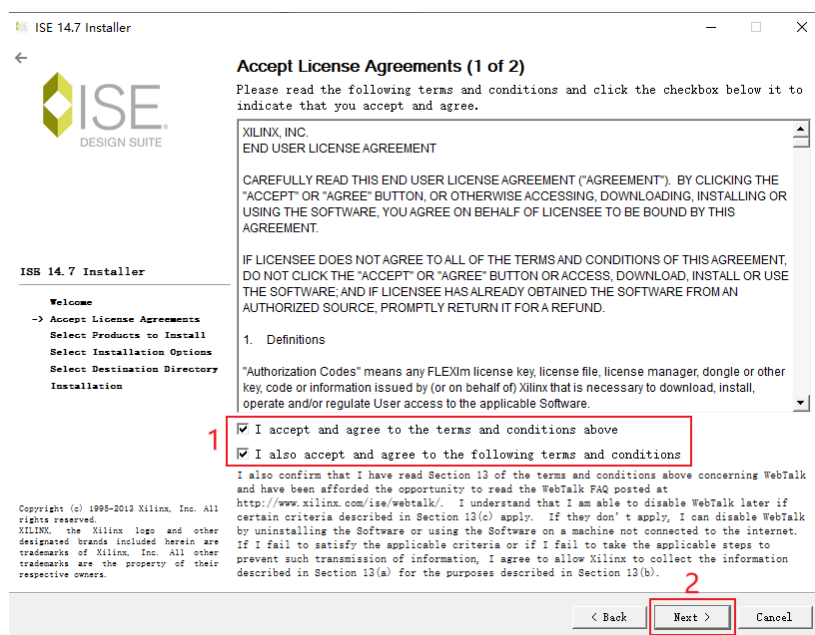

图 1-4 同意安装许可协议 1
4) 接收许可协议页面，这里需要将图中红框中所示的勾选框选中，然后点击“Next>”进入下一步，如图 1-4 所示。